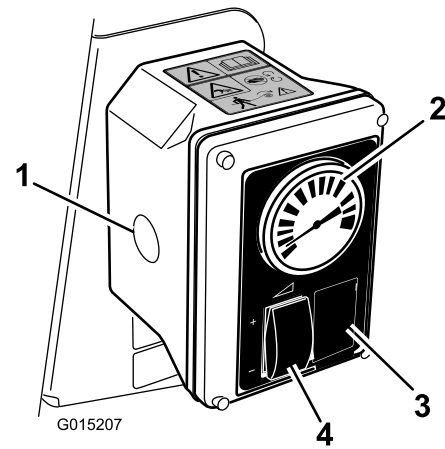

Bild 13
6. Stellen Sie den Dosiererschieber und die Gasbedienung ein, um den Druck (der am Druckmanometer angezeigt wird) auf die gewünschte Einstellung zu erhöhen oder zu vermindern (Bild 13).